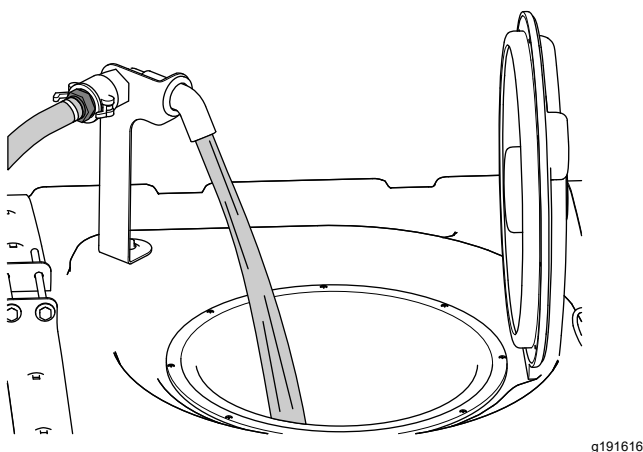

図 30
5. 所定量の  $\frac{3}{4}$  の水を液剤タンクに入れる **図 30**。